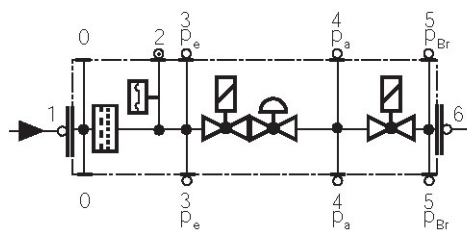

Рис. 44
- Заменяйте фильтр, если разница давления между точками 1 и 3 (Рис. 44) $\Delta p > 10$ мбар.